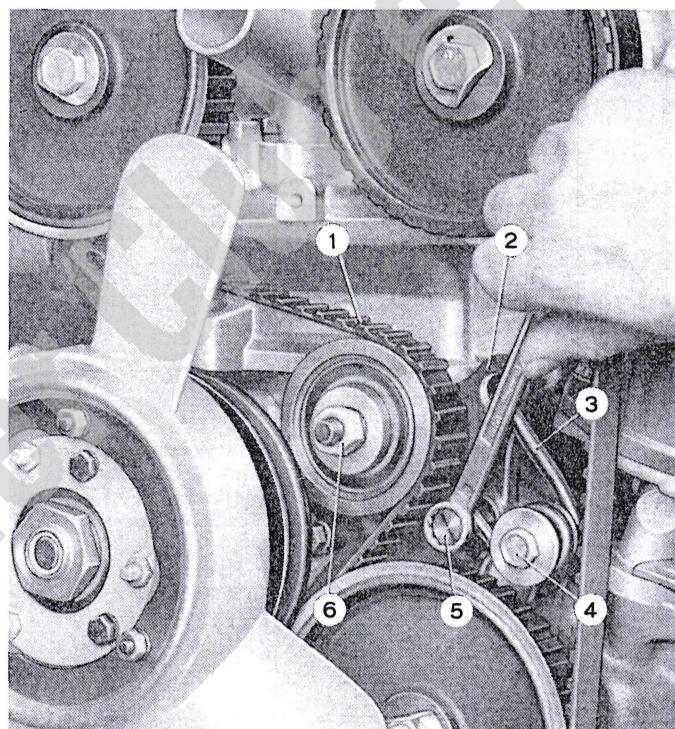

Abb. 5. - Befestigung der Gelenkschraube für Riemenspanner.
- Die Mutter (6, Abb. 1) und die Schraube (5, Abb. 5) lockern; die Feder (3) wirkt somit auf den Spanner und spannt den Riemen;
- alsdann die Mutter (6, Abb. 5) und die Schraube (5, Abb. 1) wieder blockieren;
- die Mutter (6, Abb. 1) und die Schraube (5, Abb. 5) lockern und den Spanner so verstellen, dass die Spannung des Riemens aufgehoben wird und dann genannte Mutter und Schraube wieder fest anziehen;
HINWEIS - Die Mutter (6, Abb. 5) zur Befestigung des Spanners am Kurbelgehäuse muss mit einem Moment von 4,7 mkg (mit Drehmomentschlüssel) angezogen werden.